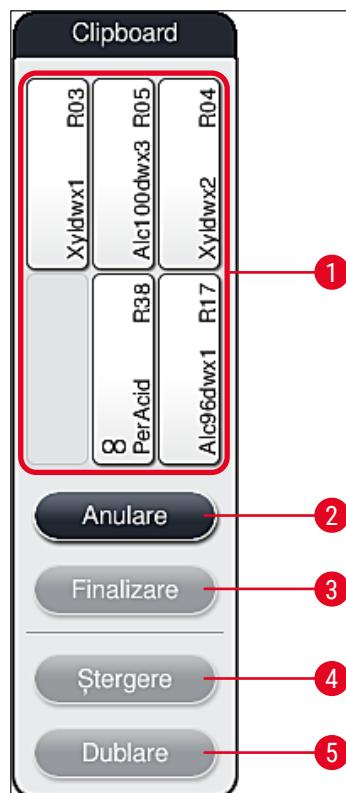

Fig. 64
3. După confirmare, se deschide **Clipboard** (→ "Fig. 64") , în care pot fi mutate până la 6 stații de reactivi (→ "Fig. 64-1").